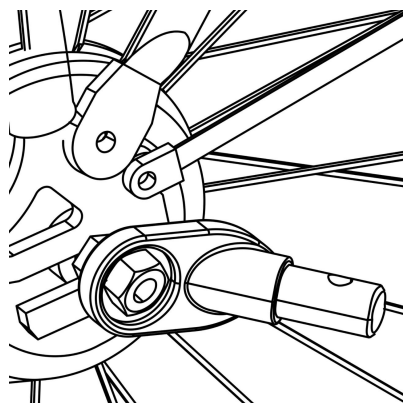

Figure 11
2. Axe écroué : dévissez l'écrou avec la rondelle du côté gauche de l'essieu arrière du vélo. Installez l'attelage sur l'essieu et revissez l'écrou avec la rondelle (Figure 11).